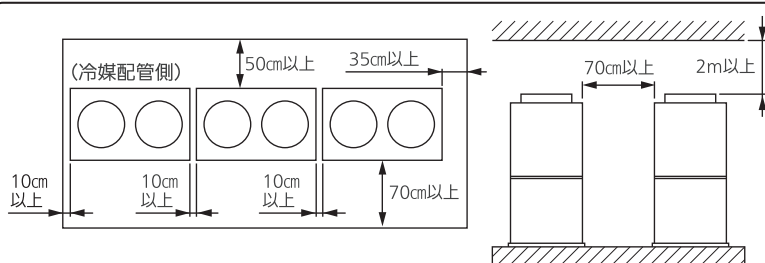
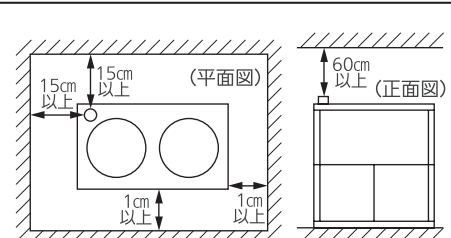

図1：メンテナンススペース
図2：可燃物からの離隔距離
- 室外ユニットの設置にはメンテナンス用にスペースを確保する(図1)
- 室外ユニットと可燃物の距離は定められた離隔距離をとる(図2)
メンテナンススペース・可燃物からの離隔距離は、図1、図2に従ってください。